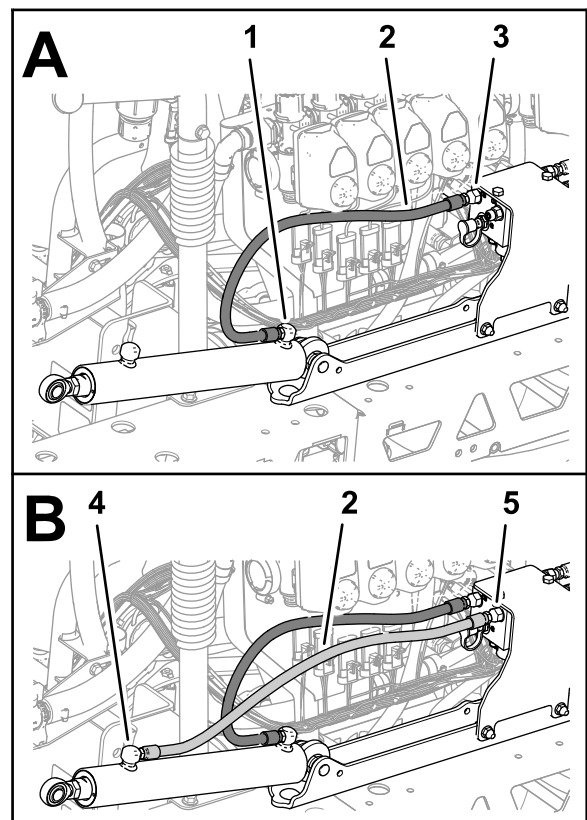

Figura 116
- Conecte provisionalmente una manguera hidráulica nueva (1/4" x 24 3/4") entre el orificio de extensión del cilindro de elevación del brazo izquierdo y el orificio C3 del distribuidor de elevación de los brazos (Figura 116).
- Conecte provisionalmente una manguera hidráulica nueva (1/4" x 24 3/4") entre el orificio de retracción del cilindro de elevación del brazo izquierdo y el orificio C4 del distribuidor de elevación de los brazos (Figura 116).
5. Apriete los acoplamientos de los orificios de extensión y retracción de los cilindros de elevación (Figura 116 y Figura 117) a 21–26 N·m.
6. Apriete las tuercas giratorias de las mangueras del distribuidor de elevación de los brazos (Figura 116 y Figura 117) a 24–30 N·m.